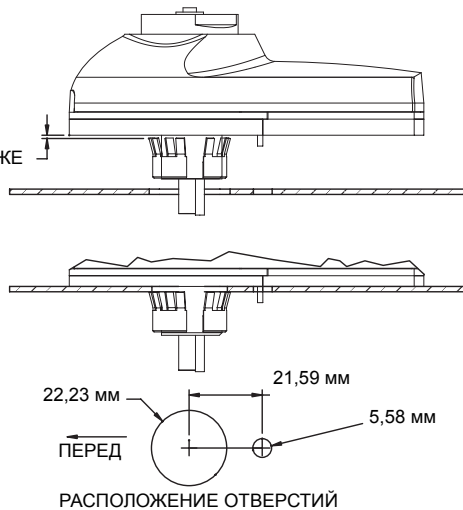

Рис. 2. Установка вслепую
2. Прорежьте или просверлите сквозные отверстия в монтажной поверхности (стенке толщиной не более 3,3 мм), расположенные как показано на рис. 2.